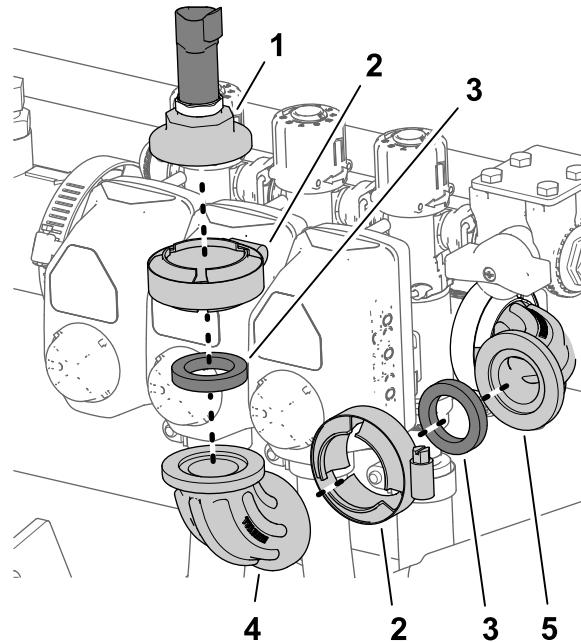

Figura 31
1. Rimuovete il morsetto della flangia che fissa coperchietto di montaggio con variazione sportello, trasduttore di pressione e guarnizione al gomito da 90° all'estremità della valvola della sezione destra e rimuovete coperchietto, trasduttore e guarnizione (Figura 31).
2. Rimuovete morsetto della flangia, gomito da 90° (senza variazione sportello) e guarnizione dal gomito da 90° con variazione sportello (Figura 31).
3. Allineate il coperchietto di montaggio e la guarnizione alla flangia del gomito da 90° all'estremità della valvola della sezione destra (Figura 31).
4. Fissate il coperchietto di montaggio e la guarnizione al gomito da 90° con il morsetto della flangia (Figura 31).